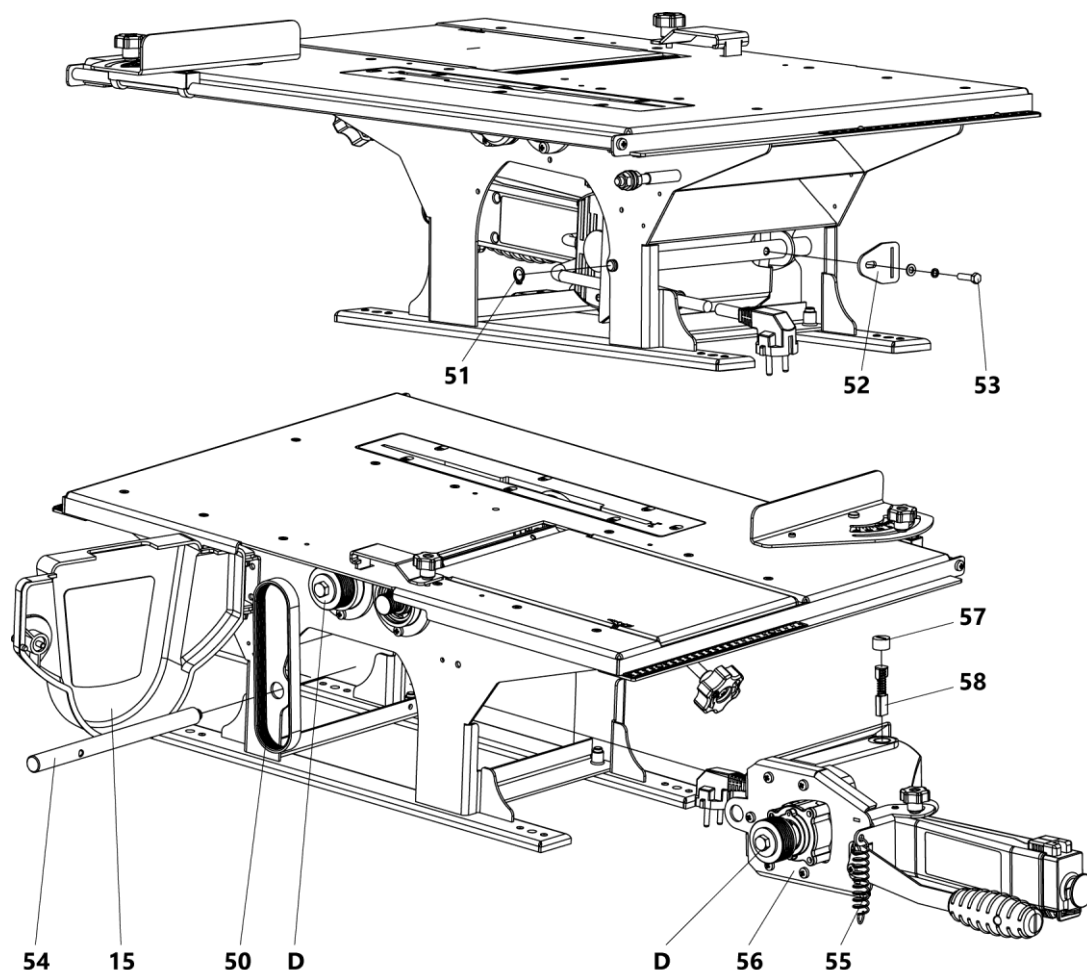

Рисунок 13. Схема разборки станка при замене щеток
- открыть кожух защиты ремня 15 (рис. 13);